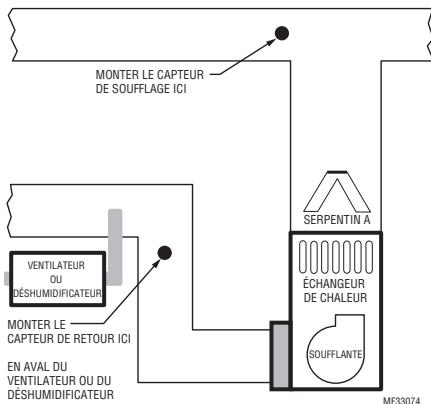

Fig. 1.
Consulter les instructions ci-dessous et les Fig. 1 à 5 pour les emplacements de montage des capteurs de température d'air de soufflage et de retour.
- Monter le capteur de température d'air de soufflage sur la gaine d'alimentation à un emplacement permettant un mélange adéquat de l'air. Monter le capteur de température d'air de soufflage à l'écart du serpentin A/de l'échangeur de chaleur, dans la mesure du possible. Voir la Fig. 1.
- Installer le capteur de température d'air de retour sur la gaine de retour à un emplacement permettant un mélange adéquat de l'air. Monter le capteur de température d'air de retour en aval d'un humidificateur de dérivation, d'un déshumidificateur ou d'un ventilateur. Voir les Fig. 1 à 5.
1. Consulter les instructions des Fig. 1 à 5 pour les emplacements des capteurs d'air de soufflage et de retour.